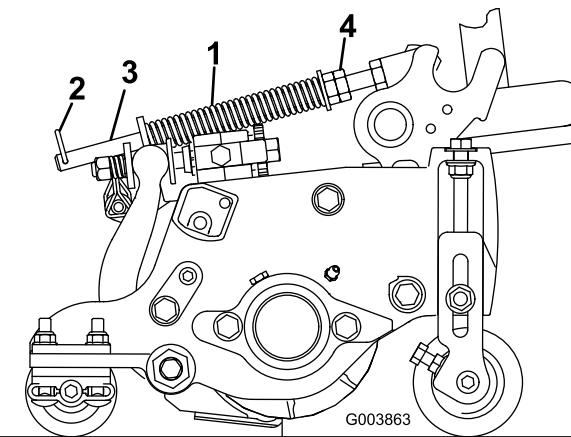

Figura 17
2. Aperte as porcas sextavadas na extremidade dianteira da haste da mola até que o comprimento da mola em compressão seja de 15,9 cm (Figura 17).
1. Certifique-se de que o contrapino do gancho está instalado no orifício traseiro na haste da mola (Figura 17).
Nota: Se tiver de remover unidade de corte da máquina, move o contrapino do ganho para o furo frontal na haste da mola (Figura 17). Certifique-se de que a parte posterior do contrapino do ganho foi movido para o furo traseiro da haste da mola depois de a unidade de corte ser reinstalada na máquina.